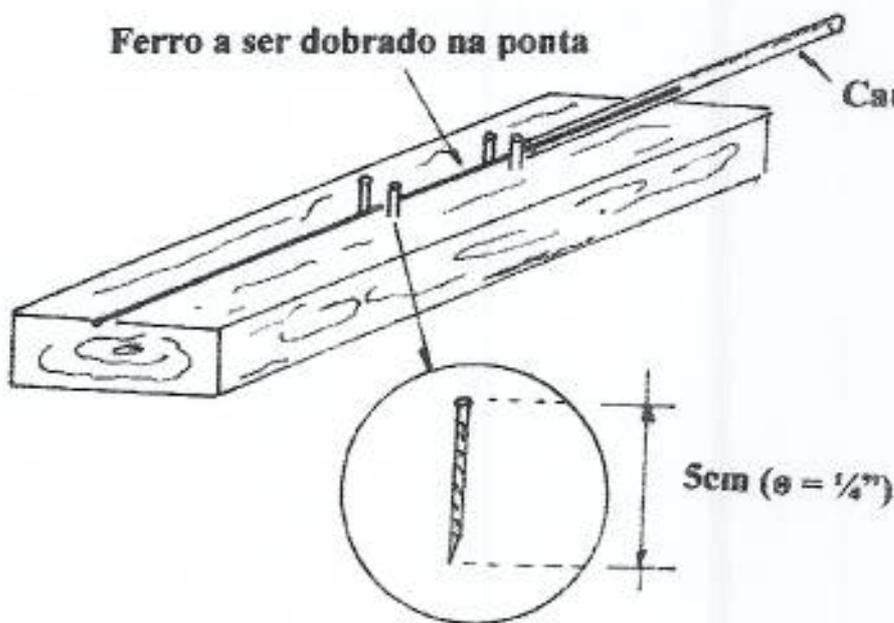

Figura 15
- cortar dezoito pedaços de ferro de $\frac{1}{4}$ ", com 140cm (1,4m) e dobre-os em gancho no comprimento de 130cm (1,3m), de acordo com a figura 15;